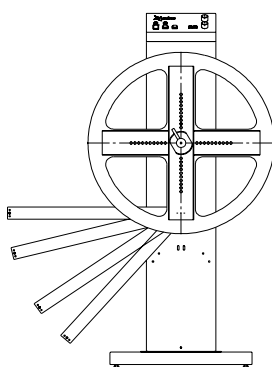

図5 2のネジ穴を使用する場合
- ・ 下側で使用する場合は、2のタップを利用して下さい。(下側制御)図5 参照